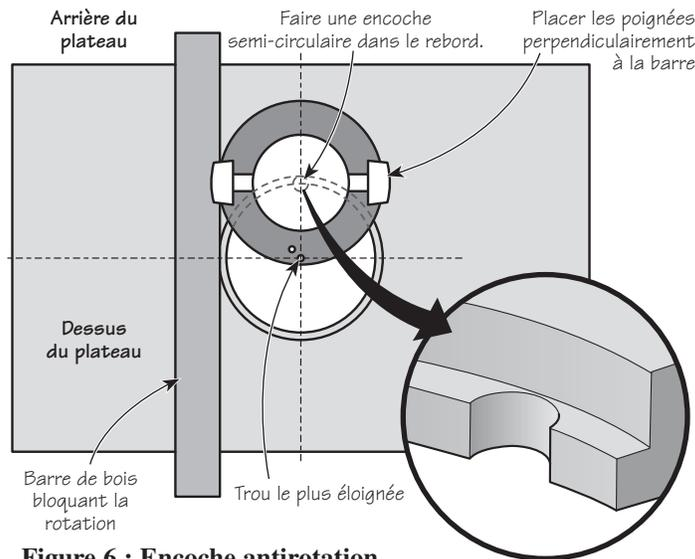

Figure 6 : Encoche antirotation
8. Ensuite, repositionner la toupie jusqu'à ce que la mèche pointe vers ce qui deviendra l'arrière du plateau. Enfoncer la mèche de manière à ce qu'elle traverse le plateau de la table – voir la **figure 6**. La toupie peut avoir tendance à dévier dans le sens antihoraire au cours de cette opération. Il est donc préférable de la maintenir en place à l'aide d'un serre-joint, ou de fixer une pièce de bois au plateau pour servir d'appui à la semelle et prévenir toute rotation intempestive.